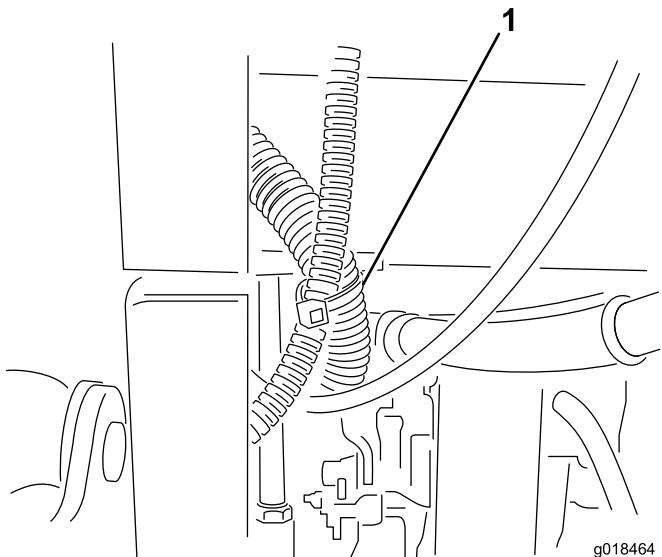

Figure 32
14. Attachez le faisceau de câblage du groupe de refroidissement au faisceau de câblage principal avec un serre-câble (Figure 32).